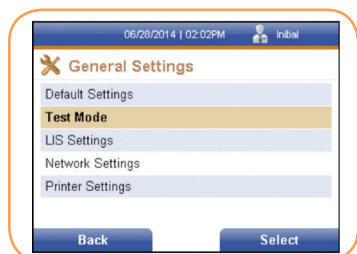

FIGURA 20
4. Una vez se haya introducido toda la información, seleccione la tecla programable derecha para aceptar la información o la tecla programable izquierda para descartar los cambios. Con cualquiera de las dos opciones, el usuario volverá al menú anterior (Figura 20).